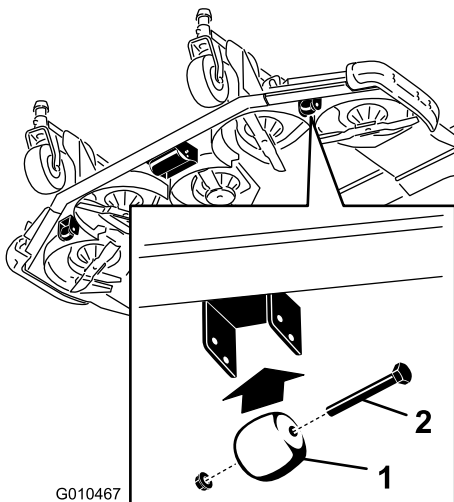

Bild 30
1. Nehmen Sie die Schraube und die Mutter ab, mit denen die Rollenwelle an der Mähwerkhalterung befestigt ist (Bild 30).
1. Entfernen Sie die Schraube und Mutter, mit denen das Abstandsrad an den Mähwerkhalterungen befestigt ist (Bild 30).